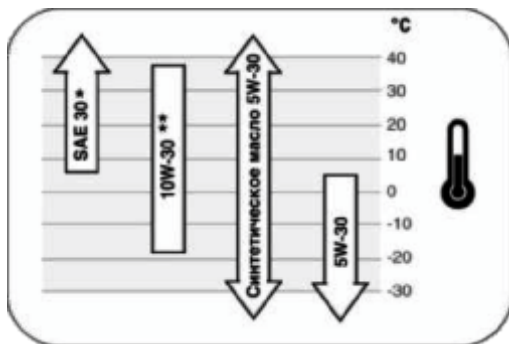

Рис. 14.
- Заменить масло в двигателе на масло с более низкой вязкостью, по классификации SAE: 5W-30, 5W-40, 0W-30, 0W-40, Для подбора масла можно воспользоваться рис. 14, где показаны температурные диапазоны работоспособности всесезонных зимних масел. Подберите масло с диапазоном температур наиболее подходящих для вашей местности.